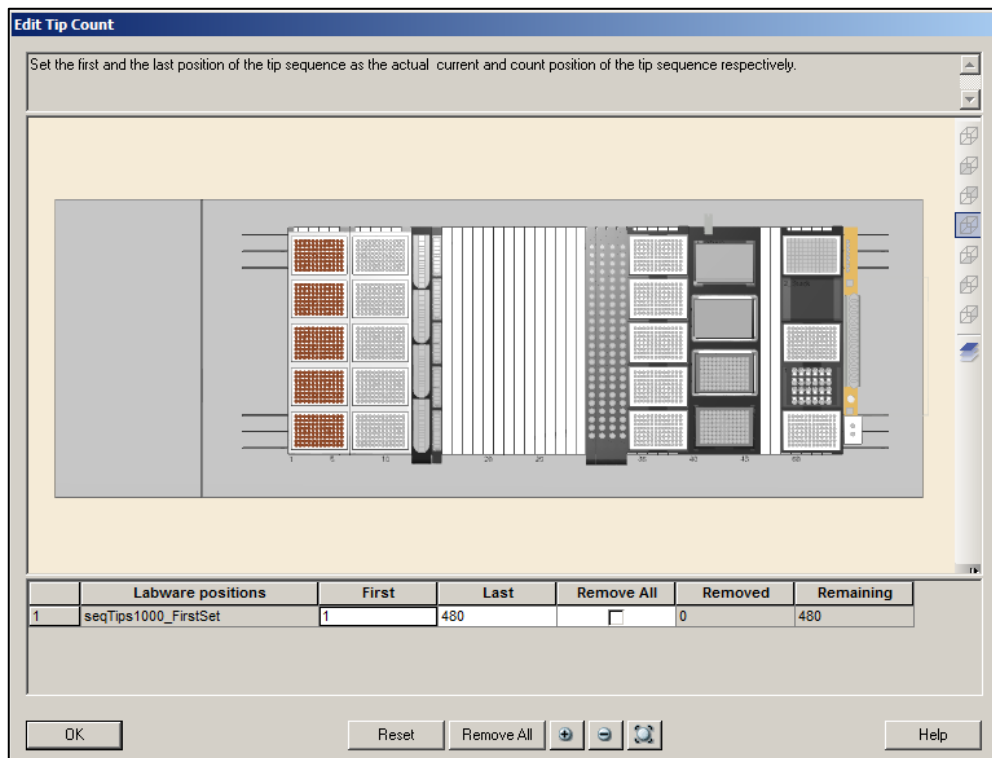

Figure 3. Emplacement des pointes chargées nécessaires à l'analyse dans le logiciel GENFLEX™ Venus
15. Cliquez sur «Continue». La fenêtre suivante affichera la disposition des pointes de 1 mL sur le pont. Voir **Figure 3**. Chargez le nombre nécessaire de pointes jusqu'à ce que le manchon en plastique qui contient chacune des 96 pointes s'enclenche dans le porte-pointes du plateau. Assurez-vous que le nombre de pointes chargés sur le pont atteint au moins ou dépasse le nombre de pointes nécessaires à l'extraction.
Une fenêtre pour charger et confirmer les emplacements des pointes de 300 µL apparaîtra similaire au diagramme illustré dans la **Figure 3**. La distribution multiple et la configuration de la PCR démarreront et une fenêtre affichant «AMPIPROBE PCR setup complete» indiquera la fin de la configuration. Sceller la plaque avec le film adhésif.